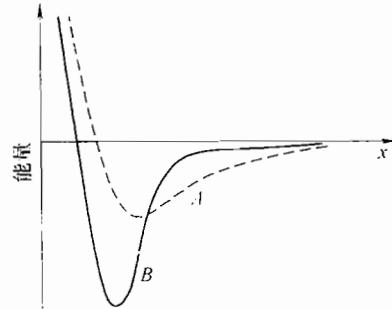

图 42-1 第二题第 1 小题图
1. (7 分) 图 42-1 为两种材料中原子结合的键能曲线，回答：
(1) 哪种材料的弹性模量大？
(2) 哪种材料的热膨胀系数大？
- (3) 依据图 42-1，示意画出两种材料的键力曲线。